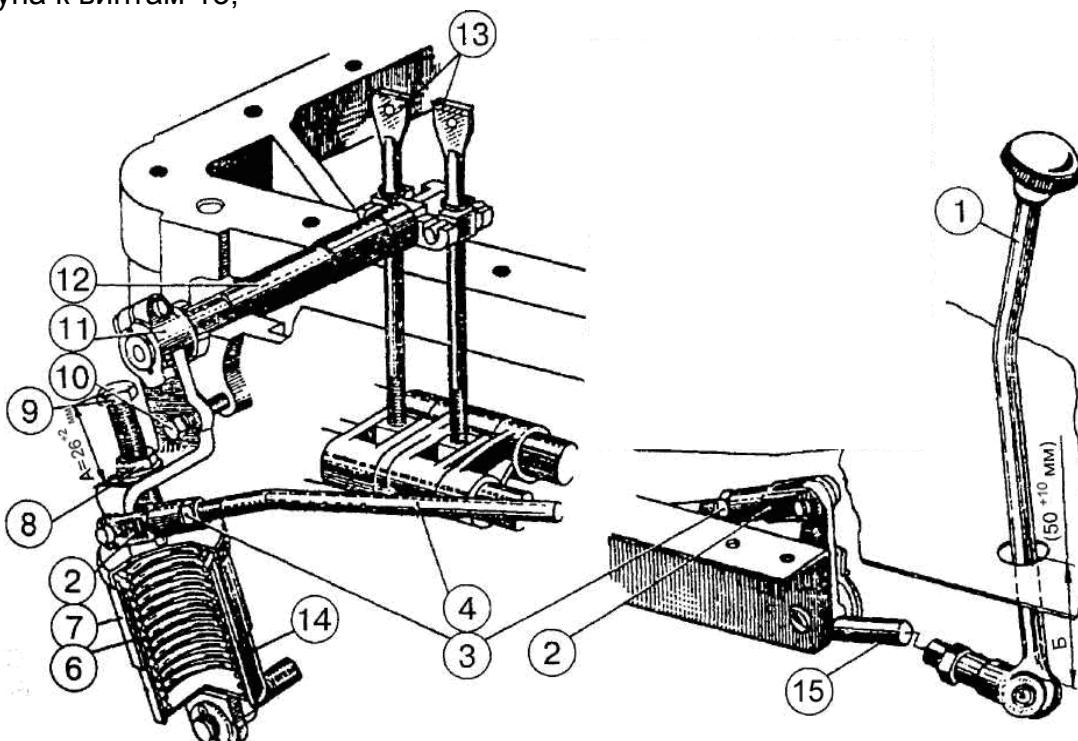
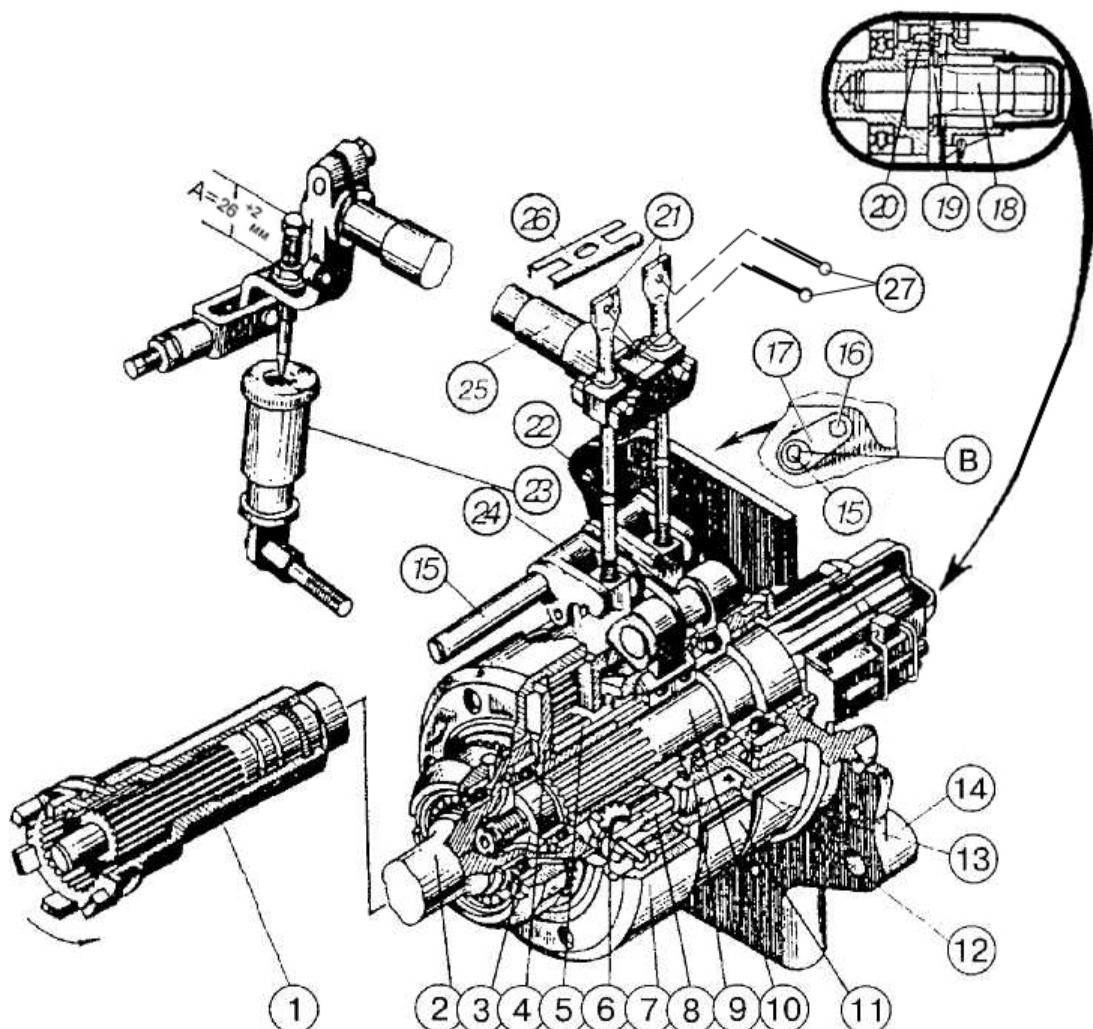

Рис. 1 Управление задним ВОМ:
Рис. 2 Планетарный редуктор заднего ВОМ:
1. Установите эксцентриковую ось 15 в исходное положение, чтобы лыска "В" (рис. 2) находилась справа вертикально и зафиксируйте стопорящей пластиной 17 и болтом 16;
2. Отсоедините тягу 4 (рис. 1);
6. Снимите стопорную пластину 26 (рис. 2), заверните поочередно регулировочные винты 21 крутящим моментом от 8 до 10 Н·м, затем отверните каждый винт на два оборота, при этом довернуть винты так, чтобы головки винтов располагались параллельно продольной оси трактора;
10. Установите тягу 4 (рис. 1), изменяя длины тяги 4 и рычага 15 отрегулируйте размер Б ( $50^{+10}$  мм).
После окончания регулировки установите на регулировочные винты 21 стопорную пластину 26 и шплинты 27 (рис. 2), крышку люка заднего моста, законтрите тягу 4 и рычаг 15 (рис. 1), а также болт 9.
После нескольких наружных регулировок эксцентриковая ось 15 (рис. 2) займет крайнее левое положение (лыска "В" станет вертикально слева), что указывает на израсходование запаса внешней регулировки. В этом случае эксцентриковую ось поворотом против часовой стрелки установите в исходное положение (лыска вертикально справа), после чего выполните регулировочные операции, как это описано для регулировки управления ВОМ для сборки на заводе или после ремонта ВОМ.
При правильно выполненной регулировке рычаг 1 (рис. 1) в положении "включено" должен не доходить до пола кабины, не менее, чем 50 мм (размер Б).
На тракторах более раннего выпуска возможно отсутствие механизма внешней подрегулировки управления ВОМ (поз. 15,16,17 рис. 2). В этом случае регулировку производите, как указано выше для регулировки управления ВОМ после ремонта или при сборке на заводе. На тракторах с малогабаритной кабиной размер "Б" составляет 50-60 мм. Эффективность тормозов ВОМ, отсутствие буксования, зависит только от пружинного механизма и в первую очередь от наличия свободных зон вокруг его и связанных с ним рычагов. Буксование ВОМ означает, что пружинный механизм или рычаги встречают дополнительное сопротивление при их перемещении вследствие отсутствия смазки в шарнирах, повышенного загрязнения, упирания (касания) в соседние детали трактора и пр.